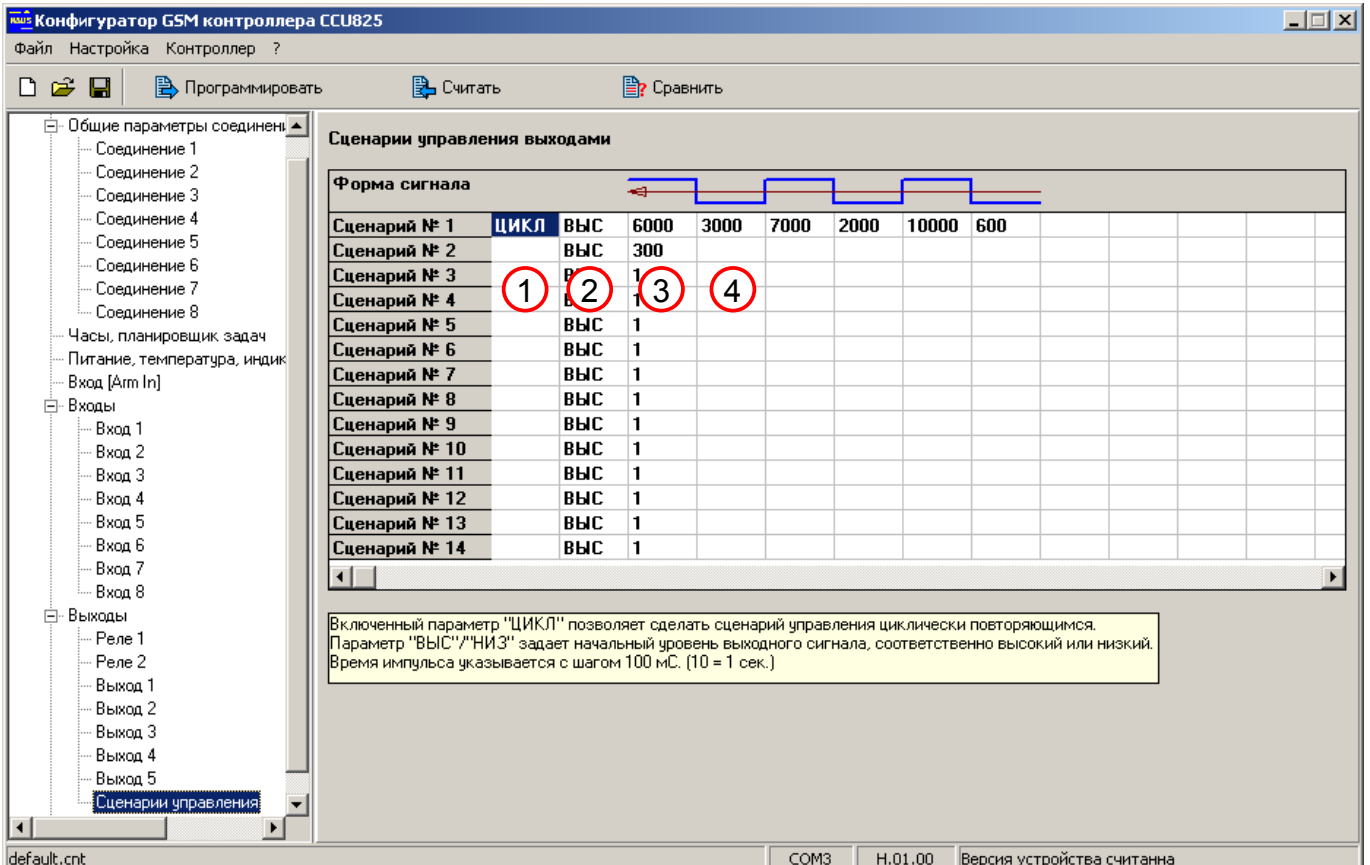

Рисунок 22. Сценарии управления
Параметр (17): реле 1 будет включено на 30 секунд, это определяет сценарий 2, см. раздел 4.20., (Рисунок 22.). Можно использовать разные сценарии для разных событий, таким образом по характеру оповещения можно будет определить тип события.